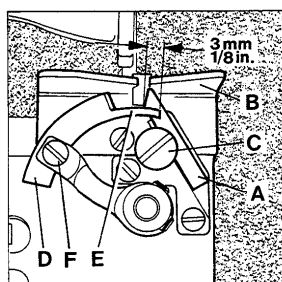

Fig. 11
Set the fixed knife (A, Fig. 11) so that its tip sits close to the underside of the throat plate (B). For adjustment loosen screw (C) and move knife up or down in its holder as required. Retighten screw.
Set the moving knife (D, Fig. 11) so that it just clears below the throat plate underside on its entire arc of travel. In the most open position of the knives the pilot (E) should overlap the fixed knife by 3 mm (1/8"). In cutting position of the knives the cutting edge of the moving knife should overlap the cutting edge of the fixed knife at least 1 mm (3/64"). For adjusting moving knife loosen screw (F) and set knife as required. Retighten screw.
Stellen Sie das feststehende Messer (A, Fig. 11) so, daß seine Spitze an der Stichplattenunterseite (B) anliegt. Zum Einstellen lösen Sie die Schraube (C) und schieben das Messer im Halter nach Bedarf nach oben oder unten. Ziehen Sie die Schraube wieder an.
Stellen Sie das bewegliche Messer (D, Fig. 11) so, daß es innerhalb seiner Schwingbewegung unter der Stichplattenunterseite gerade freigeht. Der Führungzapfen (E) soll in der am weitesten geöffneten Stellung der Messer das feststehende Messer 3 mm überlappen. In Schneidstellung muß die Schneide des beweglichen Messers mindestens 1 mm überlappen. Zum Einstellen des beweglichen Messers lösen Sie die Schraube (F) und stellen das Messer entsprechend ein. Ziehen Sie die Schraube wieder an.